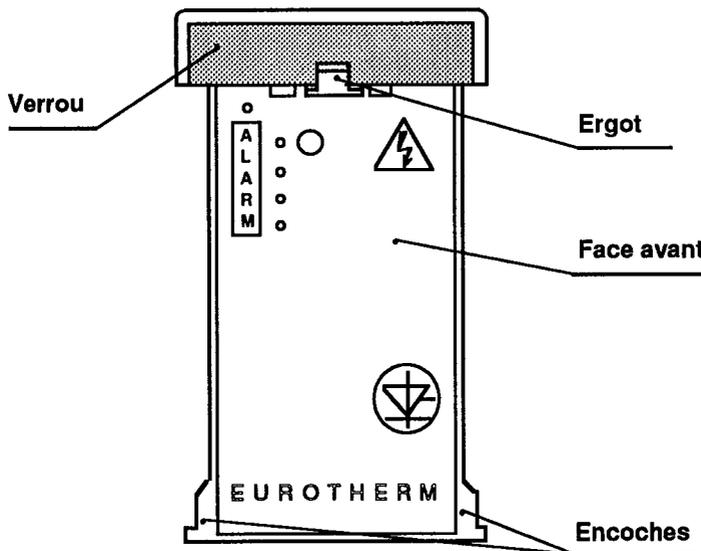

Figure 2.5. Face avant (40 à 125 A)
- a. Insérer un tournevis fin et pousser l'ergot interne (voir fig 2.5).
- a. Insérer à fond les encoches de la face avant dans les rainures latérales du radiateur (voir fig.2.5).
- Enlever la face avant (voir fig.2.5)